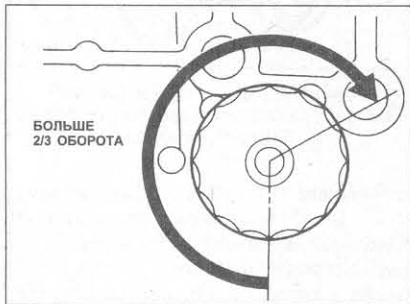

Рис. 1.3 Сжимание фильтра моторного масла (Глава 2)
- 18 Завинтите фильтр плотно до кольцевого уплотнения, зажмите его рукой на две трети оборота (Рис. 1.3).